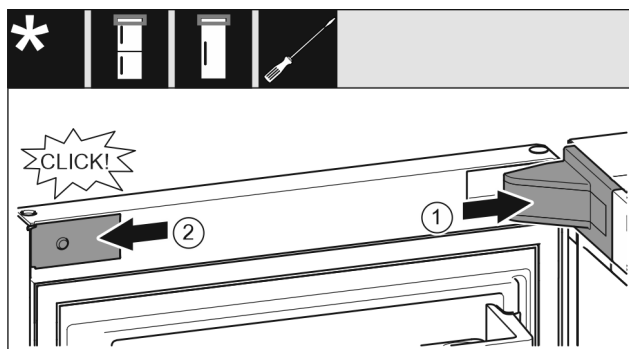

Fig. 25
- Applicare e innestare la copertura del blocco di supporto Fig. 25 (1), eventualmente staccarle l'una dall'altra con cautela.
- Applicare la maschera Fig. 25 (2) sui lati e innestarla.